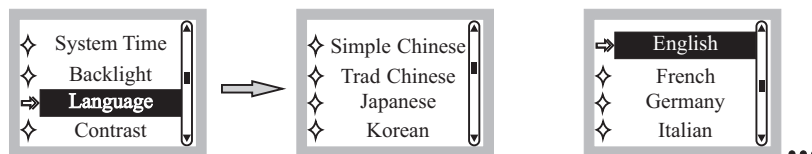

Fig. 21
- (5) Changing Language, Fig. 21.